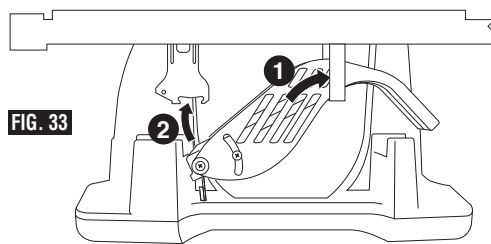

FIG. 33
1. Faites glisser l'ensemble de barrière de sécurité principale (sens dessus dessous) vers le haut et l'arrière pour faire entrer la barrière dans le côté arrière droit de la scie (Fig. 33).